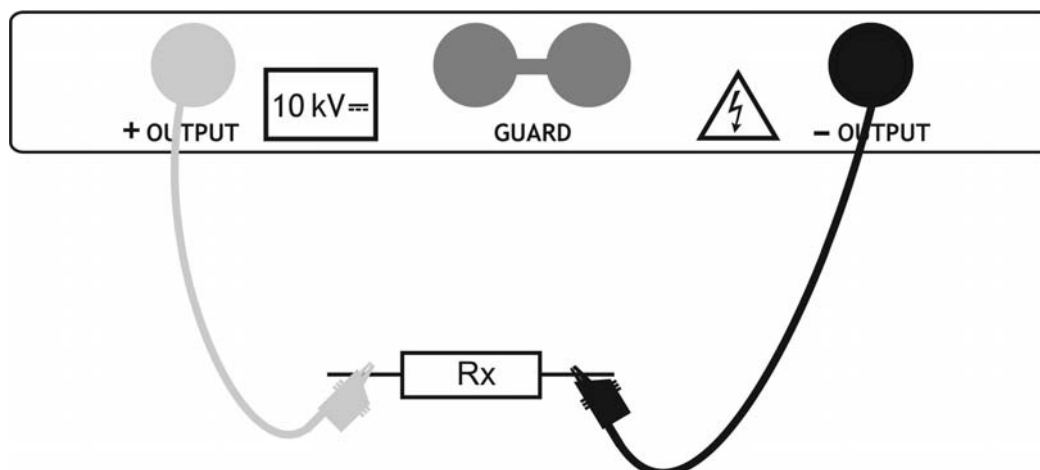

Fig. 46: Collegamento dello strumento per test di rigidità dielettrica
4. Collegare il puntale del Terminale 1 o del Terminale 2 (positivo) e il cavo nero dei Terminali 2 (negativo) all’oggetto in prova (vedere Fig. 46)